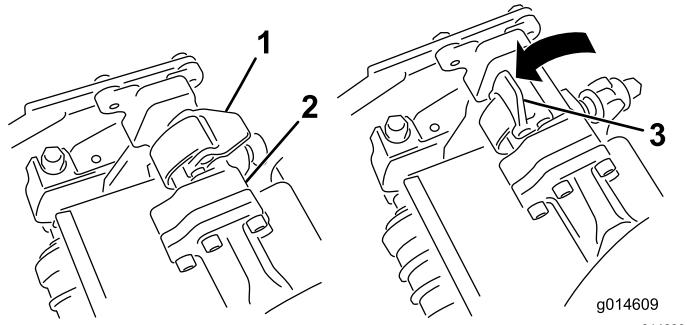
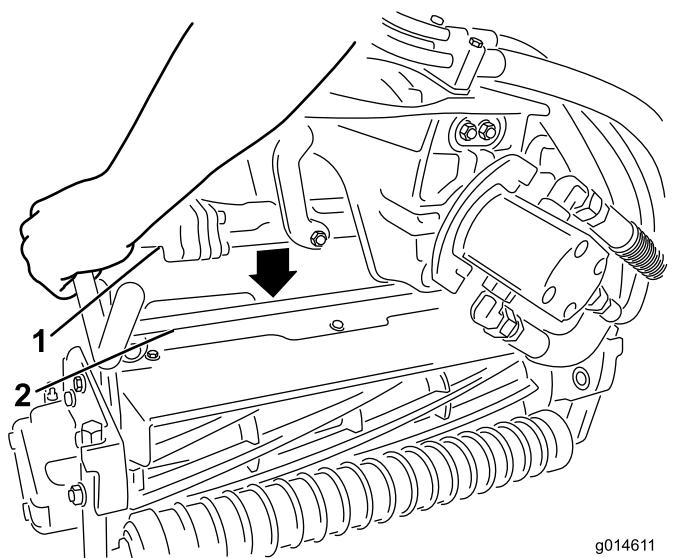

図 52
図 53
3. サスペンションアームのバーについているラッチを上向き開いた状態にして図 52、サスペンションアームを押し下げて、バーを、カッティングユニットのバーの上に被せるようにする図 53。
4. ラッチを下げて閉じるとカッティングユニットのバーがロックされてユニットがアームにセットされる図 52。
- 4. 取り外したいカッティングユニットのサスペンションアームのバーについているラッチを開く図 52。